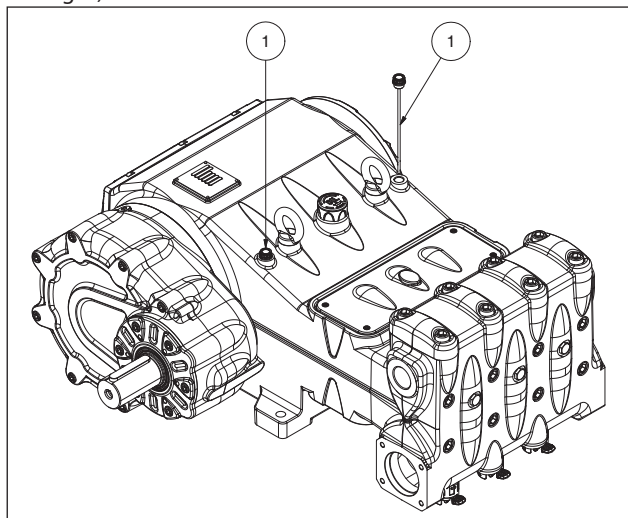

Fig. 8
5. El aceite en el cárter de la bomba alcance el nivel previsto, verificándolo con las correspondientes varillas (pos. ①, Fig. 8).